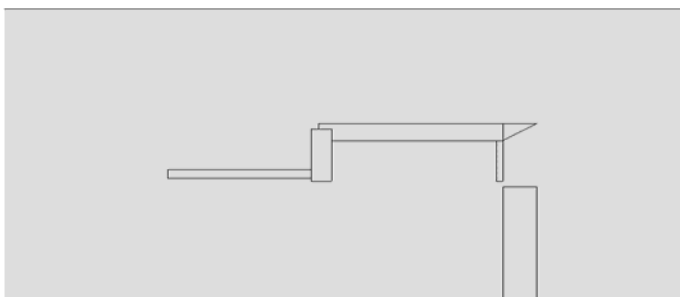

Рис. 5.72
7. Дважды щёлкните мышкой по имени ячейки в появившейся библиотеке элементов. Т.к. наша плата покрыта слоем черчения, то проводники или какая-то их часть может быть скрыта этим слоем и не видна (рис. 5.72). Щёлкните по слою покрытия в месте, где нет проводников делителя, чтобы выделить этот слой, и нажмите клавишу **Delete**,